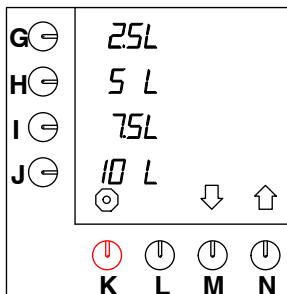

Fig. 23 Standard förvalstangenter
Maskinen är standardinställd på enheten L (= liter). Denna enhet kan ändras. (Enheten är standard på displayen med förvalstangenter (fig. 23)).
- Tryck på valtangenten (N.)↑ tills fig. 23 visas på displayen.